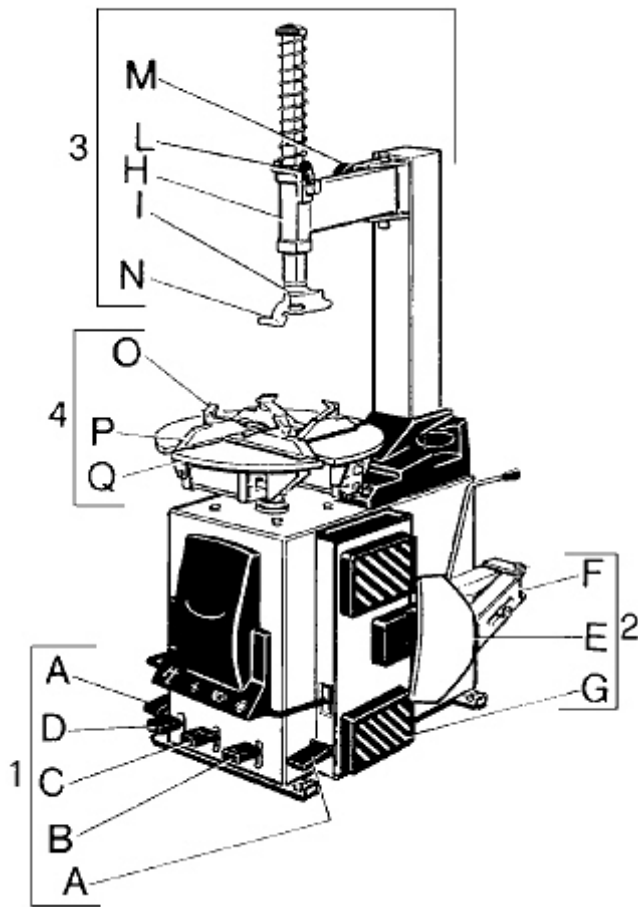

рис.1
## ПЕДАЛИ (рис.1) (1)
(рис.1) (2)
## БЛОК СТОЙКИ (рис.1) (3)
(рис.1) (4)